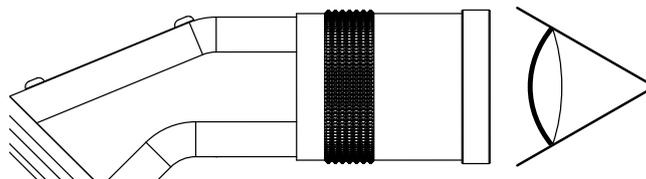

Figura 37. Il mirino
10. Sul barilotto ottico, usare il regolatore di messa a fuoco del reticolo per mettere a fuoco le marcature (Figura 37).